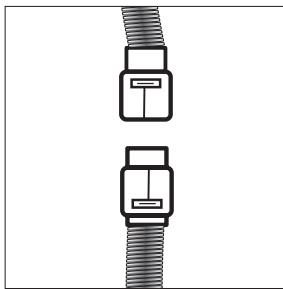

Рис. 14
- Соедините провод от двигателя с проводом от панели управления при помощи влагозащищенного разъёма (Рис. 14).